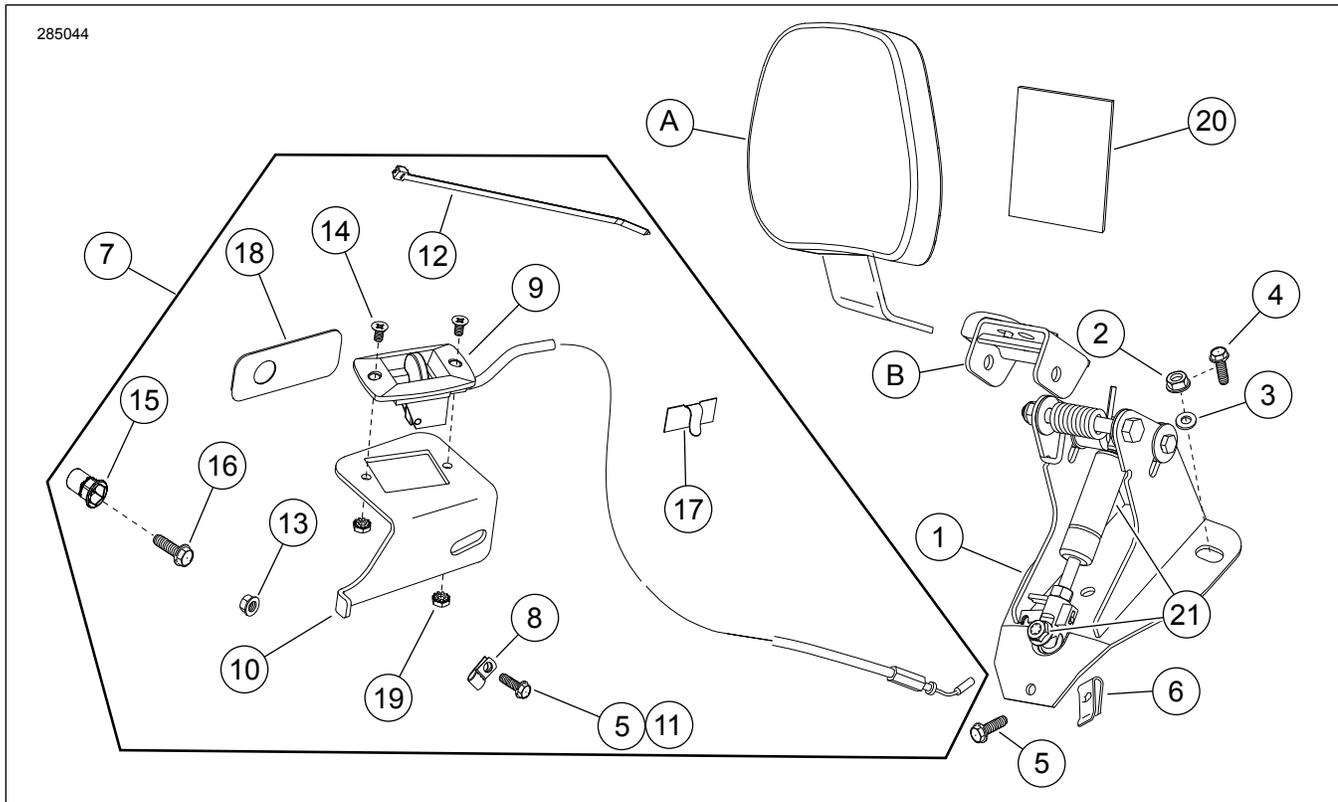

Figure 14. Pièces de rechange : Kit de visserie de montage du dossier réglable du pilote
7. Voir Figure 14 . Prendre le support de la poignée de l'actionneur (10) dans le kit.
8. Voir Figure 14 . Insérer le câble (partie de l'élément 9) à travers l'ouverture du support de poignée de réglage (10) comme indiqué. Installer la poignée de réglage (partie de l'élément 9) dans le support (10) à l'aide des deux vis (5). Serrer les vis fermement, mais ne pas trop serrer.
15. **Modèles californiens avec conduit d'évaporation de l'absorbeur** : voir Figure 14 . Prendre l'attache à envers adhésif (17) dans le kit. Nettoyer à l'alcool isopropylique la partie plate du support de la poignée de réglage, à proximité de l'endroit où l'attache du tuyau en plastique d'origine a été retirée . Fixer l'attache sur le support et faire passer le tuyau d'évaporation à travers l'attache. Replier l'attache de manière à maintenir correctement le tuyau.
17. Voir Figure 3 . Monter la poignée de réglage du dossier (2) sur le support de poignée de réglage (1) comme indiqué, grâce aux vis à tête plate fournies (3) (élément 5, Figure 14). Bien serrer les vis.
2. **Modèles 1999 et plus récents** : voir Figure 14 . Installer le support de dossier (1) comme indiqué à l'aide des écrous autobloquants (2), des rondelles (3) et des vis (5). **Modèles 1997-1998** : Utiliser les vis hexagonales (4) et les rondelles (3).
4. Voir Figure 14 . Prendre le protège-selle (20).